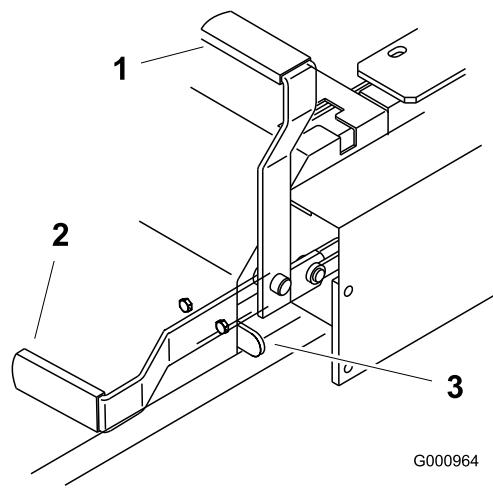

Figura 12
2. Puxe para cima e para trás a alavanca do travão de mão para aplicar o travão de mão (Figura 12). A alavanca do travão de mão deve ficar firme na posição ENGATADA.
Puxe a alavanca do travão de mão para a frente e para baixo para desengatar o travão de mão (Figura 12). O travão de mão está desengatado e a alavanca será colocada no batente do travão.